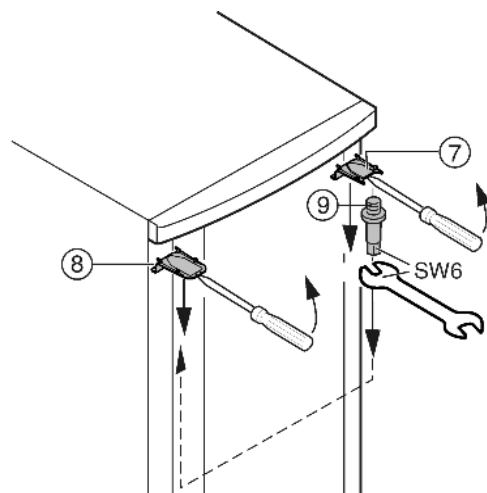

Fig. 7
► Odstraňte kryt Fig. 7 (7) a kryt Fig. 7 (8) šroubovákem vpředu uvolníte ze západek a odstraňte pohybem šikmo směrem dolů.
► Vyšroubujte ložiskové čepy Fig. 7 (9) a na protější straně zašroubujte silou (4 Nm).
► Namontujte opět kryt Fig. 7 (7) na straně ložiskového čepu: vzadu nasadte, vpředu nechte zaskočit do západek.
- ▶ Namontujte opět kryt Fig. 7 (8) na protější straně: vzadu nasadte, vpředu nechte zaskočit do západek.
- ▶ Zavěste dveře nahoře do ložiskového čepu Fig. 7 (9).